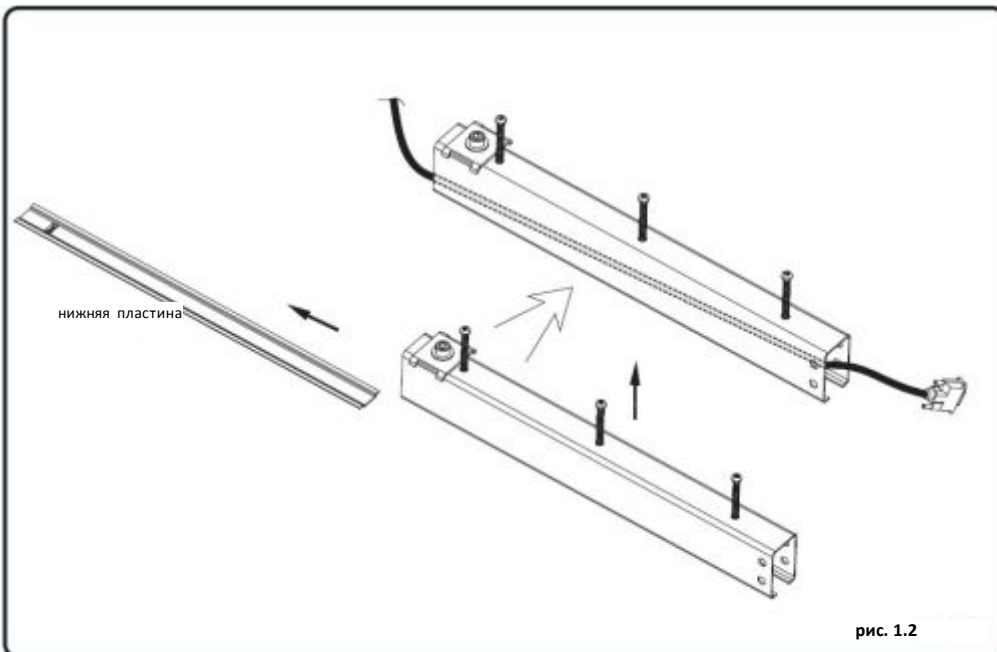

рис. 1.2
- Провести кабель через проход, как показано на рис. 1.2.